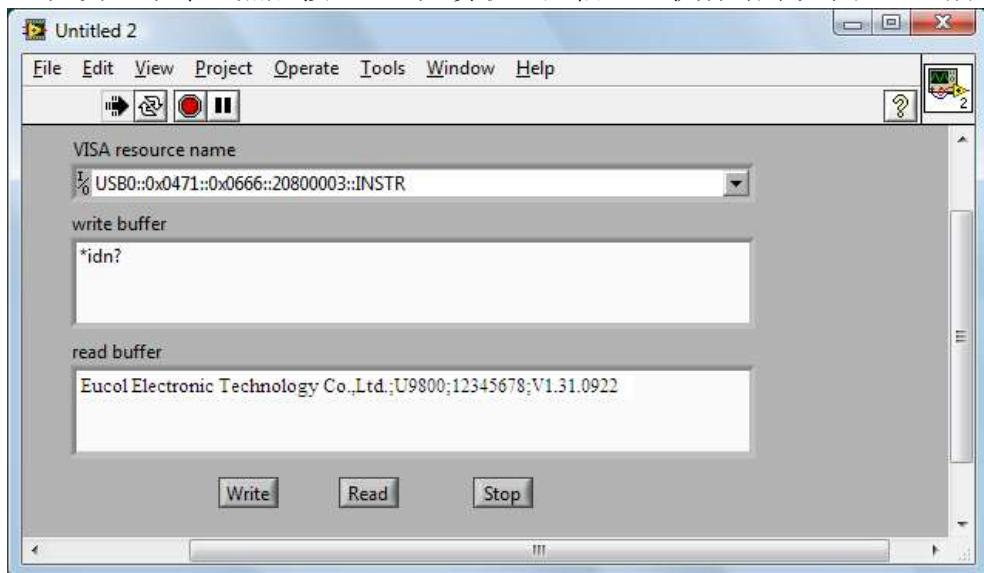

图 4-3-6
22.运行本 VI，在 writebuffer 中输入你想要发送的命令或查询，如：*idn?。点击 Write 键发送命令。然后按 Read 键读取返回信息。执行结果如图 4-3-6 所示。